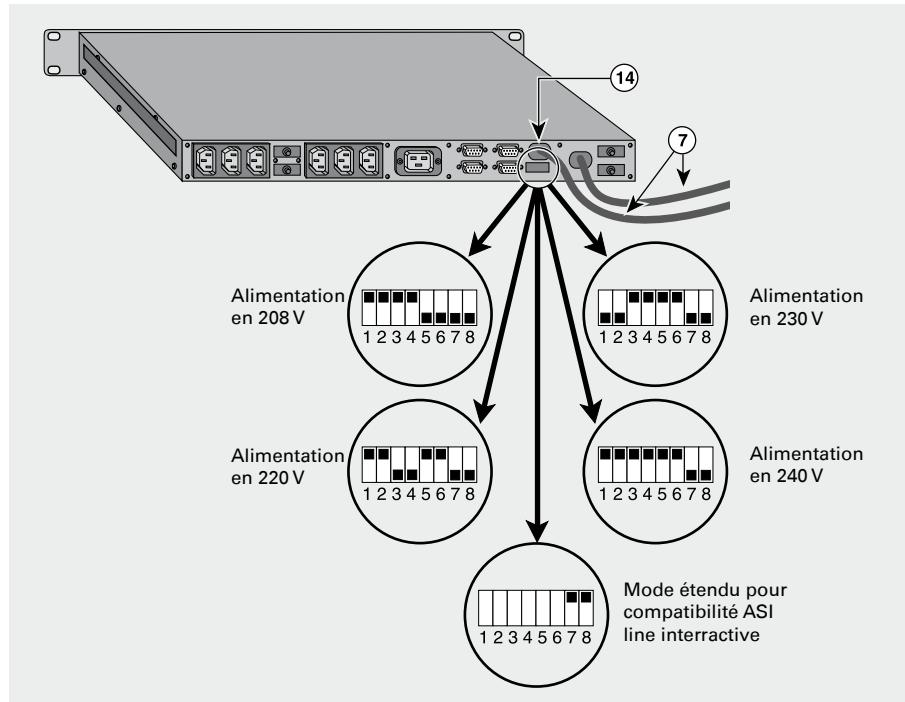

Fig. 3
La configuration "usine" de **STS 16** est de 230 V. Si nécessaire, réaliser l'adaptation de tension nécessaire (208 V, 220 V, 230 V ou 240 V) à l'aide du sélecteur (14) (voir figure 3).